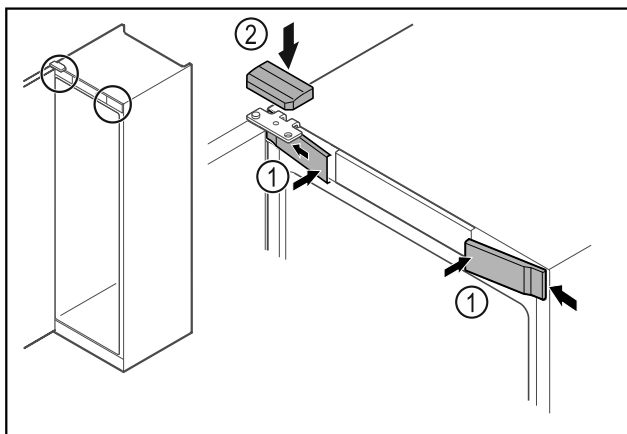

Fig. 27
- ▶ Haka fast skydden fram Fig. 27 (1) på sidan och sätt på dem.
- ▶ Sätt på det övre skyddet Fig. 27 (2) uppifrån.